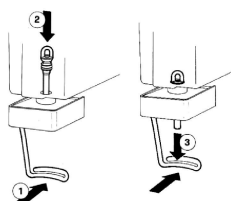

Figure 5
- Installez le robinet en poussant le levier du robinet (1); insérez le tube en caoutchouc en position verticale à la fin du dépôt (2) et poussez doucement vers le haut (3) à partir de l'extrémité du tube en caoutchouc jusqu'à ce qu'il soit complètement fixé (fig.5)